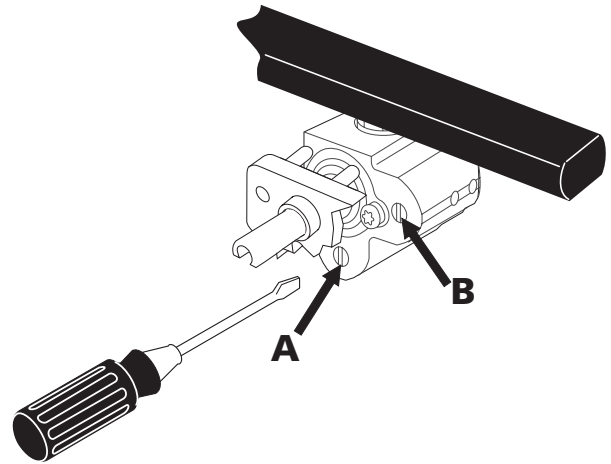

Figura 9
- El tamaño de la flama de la porción posterior del quemador puente puede aumentarse o disminuirse dándole vuelta al tornillo **A** (vea Figura 9). Utilice el tornillo **B** para ajustar el tamaño de la llama de la porción central del quemador puente o del quemador triple. Dé vuelta en sentido opuesto de las manecillas del reloj para aumentar el tamaño de la llama. Dé vuelta en sentido a las manecillas del reloj para disminuir la llama. Ajuste la llama hasta que usted puede dar vuelta rápidamente a la perilla de la posición LITE a la POSICIÓN MÁS BAJA sin extinguir la llama. La llama debe ser tan pequeña como sea posible sin apagarse.